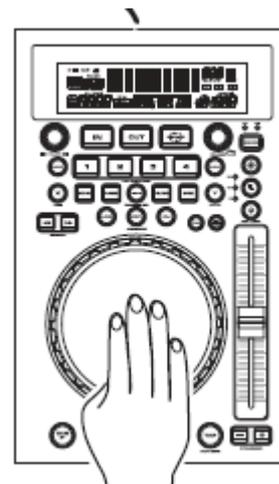

Figura 12
Esta característica le permite desplazarse a través de una pista frame a frame, permitiéndole encontrar y configurar un punto de referencia o de bucle inicial. Para usar la función de desplazamiento, debe estar primero en Modo Pausa (ver sección 4) o Modo Cue (ver sección 8). Una vez se encuentra en modo Pausa o Cue, gire la **RUEDA DE SELECCIÓN**(16) para desplazarse por la pista (Figura 12). Girando la rueda en el sentido de las agujas del reloj avanzará en búsqueda de frame, y girando la rueda en sentido contrario a las agujas del reloj irá hacia atrás en la búsqueda de frame. Cuando use la **RUEDA DE SELECCIÓN** (16) la función de monitoreo (nivel de altavoces) le permite oír por dónde se está desplazando. Una vez alcance el punto de inicio deseado, puede configurar un punto de referencia (inicial) pulsando el **BOTÓN PLAY/PAUSA**(11), como en la Figura 10. Al pulsar el **BOTÓN CUE** (14), como en la Figura 11, volverá al punto que acaba de configurar.